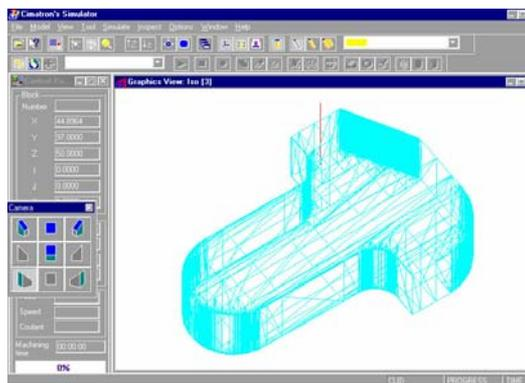

Рисунок 49
37. Загружается среда симулятора (рис.49).